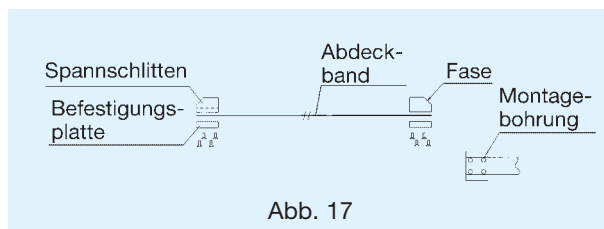

Abb. 17
1. Zuerst werden die Spannschlitten an beiden Enden des Abdeckbandes, wie in Abbildung 17 dargestellt, mittels der Befestigungsplatten und Senkkopfschrauben angebracht. Die angefasten Flächen der Spannschlitten müssen dabei nach außen zeigen.